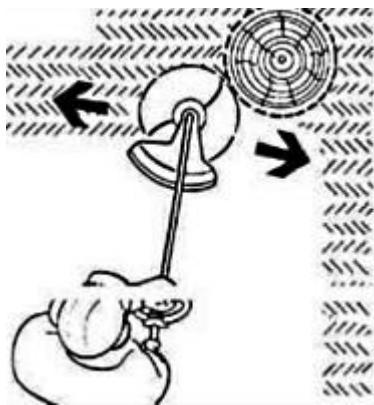

Рисунок 12
5.3.6 Не допускайте касания катушки и триммерной лески проволоки, камней, бордюров, твердых покрытий дорожек, заборов и подобных ограждений и предметов, так как это будет приводить к преждевременному износу (укорачиванию) триммерной лески, повреждению катушки или получению травм пользователем. Не допускайте касания рабочим инструментом стволов деревьев, кустарников и других насаждений для предотвращения их повреждения (рисунок 12).